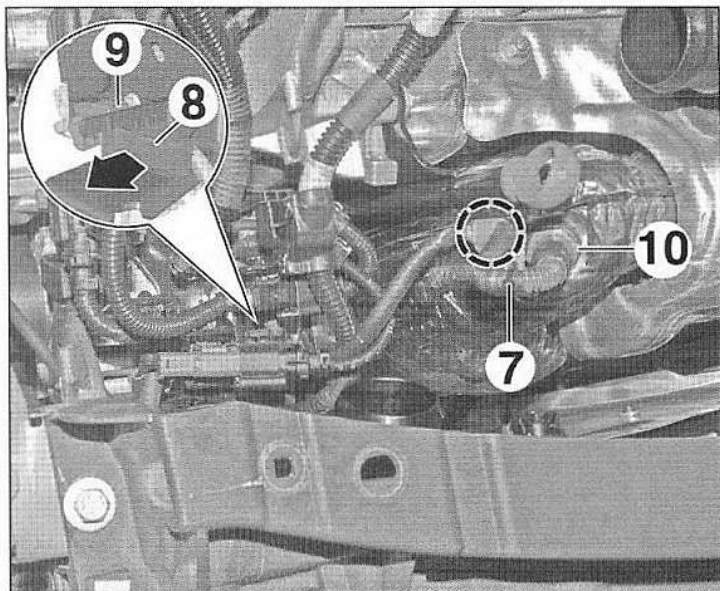

FIG.144
- Dégrafer (Fig.144) :
- le faisceau (7),
- le connecteur (8).
- Débrancher et dégrafer le connecteur (9).
- Déposer la sonde Lambda (10).